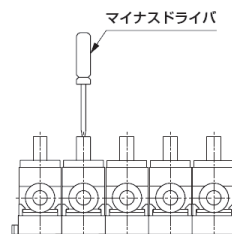

図1 省スペースを優先したマニホールド設置
13. 省スペース優先でマニホールド設置される場合は、手動での操作が若干行いにくくなります。つまみ上部の“—”を使用してドライバ等で操作することをおすすめします。(※図1)